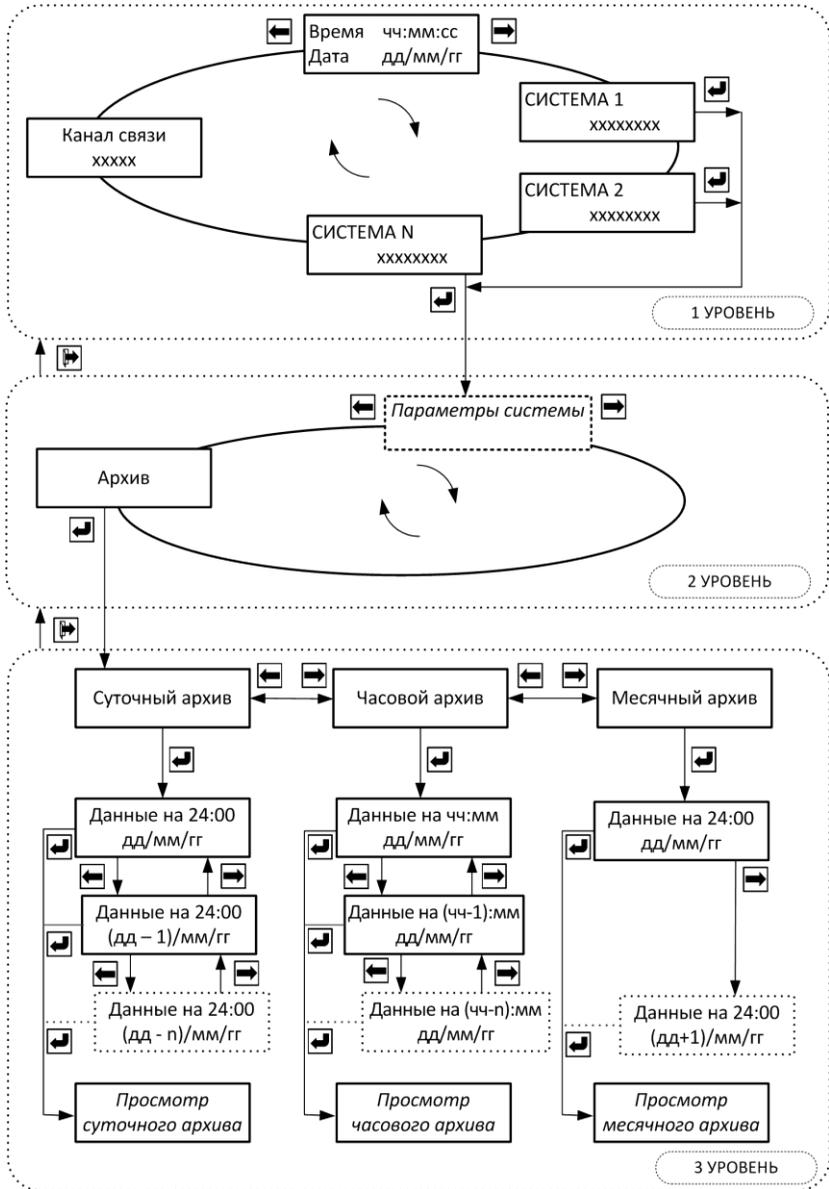

Рис. 9.2 Режим «Рабочий»
9.3.6 Порядок перехода между окнами при просмотре суточного архива изображён на рис. 9.2а. Просмотр месячного архива аналогичен, за исключением того, что в месячном архиве температуры не вычисляются и для просмотра не выводятся.
Рис. 9.2а Просмотр архива по суткам, месяцам
Рис. 9.2б Просмотр архива по часам